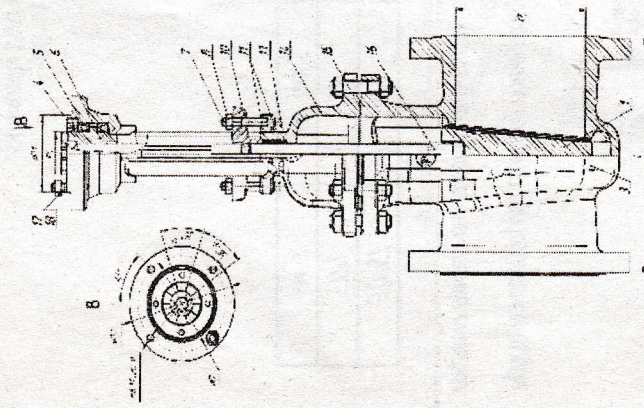

Рисунок 2
3.2 Маховик через гайку шпинделя (задвижка с ручным управлением, рисунок 2 или приводной вал электропривода, редуктора) через гайку шпинделя кулачковую - полумуфту (задвижка под электропривод или с редуктором, рисунок 1) сообщает шпинделю поступательное или вращательное движение.